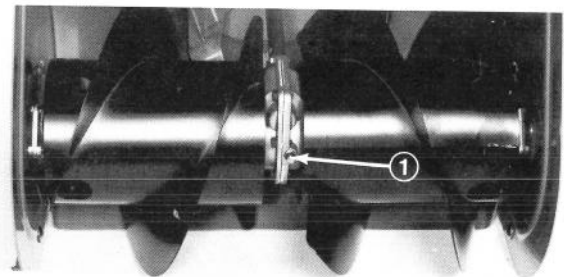

Abb. 32
3. Die Umgebung des Ablassstopfens säubern (Abb. 32).
4. Die Ablasswanne vorne unter das Räumgetriebe stellen und den Ablassstopfen herausschrauben (Abb. 32). Siehe prüfen des Ölstandes im Räumwerkgetriebe Seite 8.
7. Den Stopfen wieder einschrauben (Abb. 32).